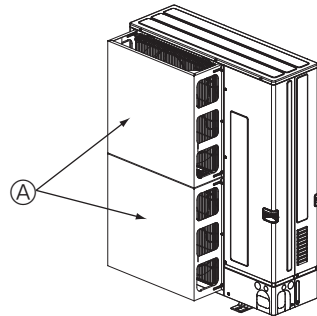

Fig. 2-5
- ② Asenna lisäilmanohjain, jos yksikkö sijoitetaan sellaiseen paikkaan, jossa esim. myrskytuulet pääsevät puhaltamaan suoraan ilman ulostuloon. (Fig. 2-5)